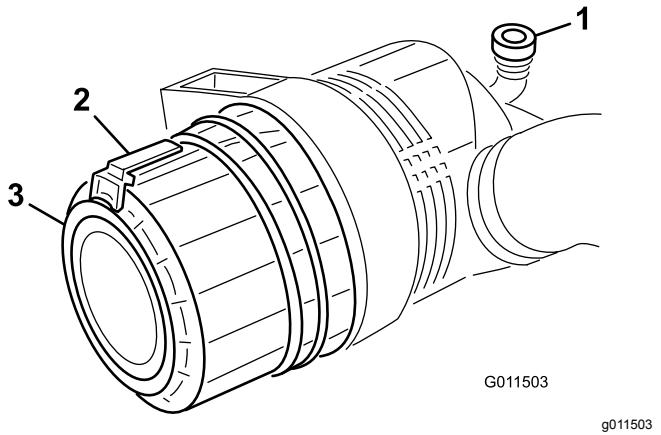

Figura 71
- Tirate il fermo verso l'esterno e ruotate il coperchio del filtro in senso antiorario (Figura 71).
7. Montate il coperchio con la valvola di uscita in gomma (Figura 71) disposta in giù, in una posizione tra le ore 5 e le ore 7 vista dall'estremità. Fissate il fermo.